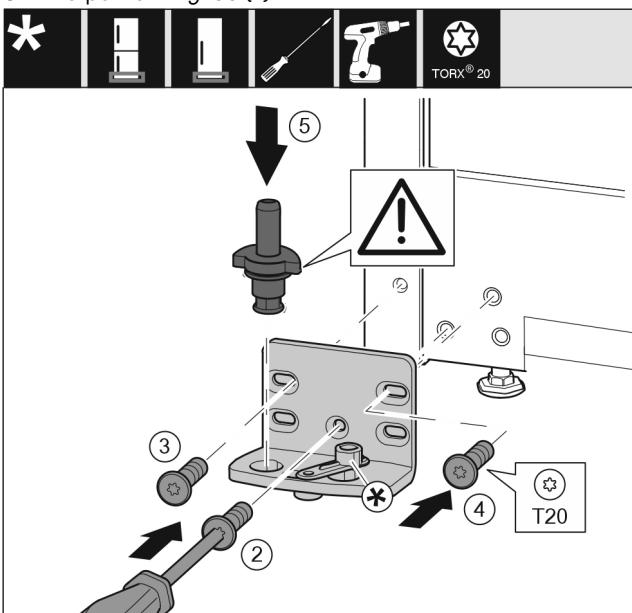

Fig. 36
- ▶ Postavite podložak ležaja na drugoj strani i zavijte pomoću odvijača T20. Započnite s vijkom 2 dolje u sredini. Fig. 36 (2)
- ▶ Pritegnite vijak 3 i 4. Fig. 36 (3,4)
- ▶ Kompletno umetnute podložak ležaja. Pri tome pazite da je ispuštenje za blokiranje okrenuto prema otraga. Fig. 36 (5)
- ▶ Postavite podložak ležaja na drugoj strani i zavijte pomoću odvijača T20. Započnite s vijkom 2 dolje u sredini. (2)
- ▶ Okrenite spojni element prigušivača zatvaranja za 180°. Na drugoj strani podloška ležaja zavijte pomoću odvijača T20. (5)
- ▶ Kompletno umetnute podložak ležaja. Pri tome pazite da je ispuštenje za blokiranje okrenuto prema otraga. (6)